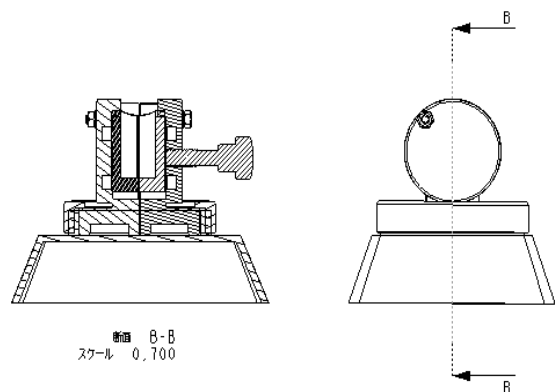
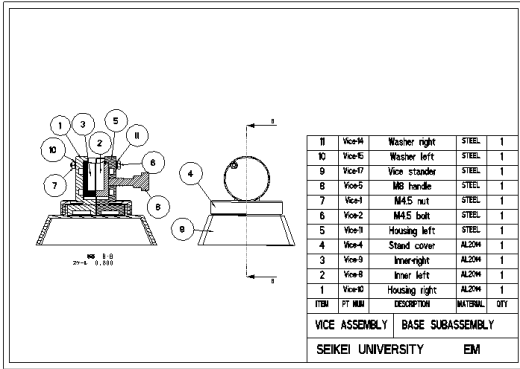

図 12-108 断面表示
図 12-109 二個目のサブアセンブリ図面
6) 一般、アセンブリ部品製図に、図面シートの並ぶ順番はサブアセンブリ部品を作成してからメインアセンブリ部品を制作する。バイスアセンブリ モデルはトップダウン設計法によって2個のサブアセンブリ構成部品が作成された。ここで、2個目のベースサブアセンブリ構成部品図面を作成する。作成をした自動標示部品表 (BOM) のフォーマットシートを用いて図面を制作する。第二シート図面のモデル ビュー方向やモデル スタイルなど設定は各自でデザインする。ベース サブアセンブリ構成部品の断面図 (図 12-108) に示す。二個目サブアセンブリバルーン図面シート (図 12-109) に示す。